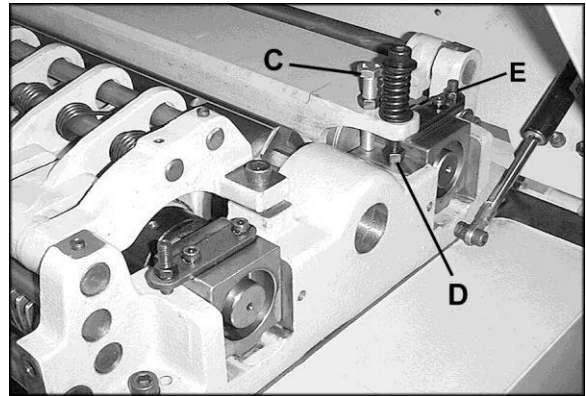

Рис. 15
На рис. 15 показаны винт регулировки высоты (C) и винт регулировки натяжения пружины (D) прижимной планки. Ослабьте шестигранную гайку и поверните винт на необходимую величину. Убедитесь, что настройки на обоих концах прижимной планки одинаковы. По завершении регулировки затяните шестигранные гайки.
Ролик разгрузки имеет гладкую цельную конструкцию, что позволяет избежать повреждения готовой поверхности обрабатываемого материала. Он подпружинен, и его функция заключается в продолжении подачи заготовки через станок после того, как она пройдет ролик подачи. Правильная установка свободного положения находится на 0,81 мм ниже дуги режущих пластин строгального вала. Используйте измерительный прибор, такой как индикатор часового типа со стойкой или деревянный измерительный блок (см. рис. 13), чтобы проверить ролик разгрузки таким же образом, как и ролик подачи. При необходимости отрегулируйте с помощью винтов (E, рис. 15). Закончив регулировку, затяните шестигранные гайки на винтах.